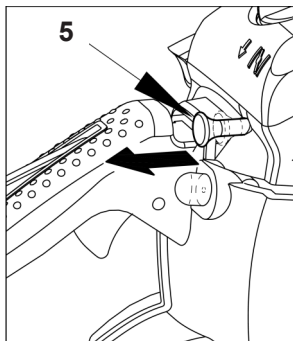

Рис. 6.4
6. Вытяните рукоятку дросселя (рис. 6.4 поз. 5). Воздушная заслонка закроется.